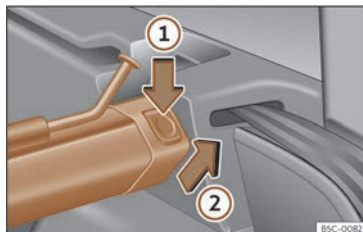

Fig. 182 Al maleter: desmuntar la xarxa de separació.
- Premeu la tecla de desbloqueig esquerra o dreta >>> **fig. 182** ① en el sentit de la fletxa ①.
- Traieu la carcassa del suport en el sentit de la fletxa >>> **fig. 182** ②.
- Premeu la carcassa en els suports esquerre i dret en el sentit contrari al de la fletxa >>> **fig. 182** ② fins que encaixi. Les marques vermelles de les teclades de desbloqueig no s'han de veure més.